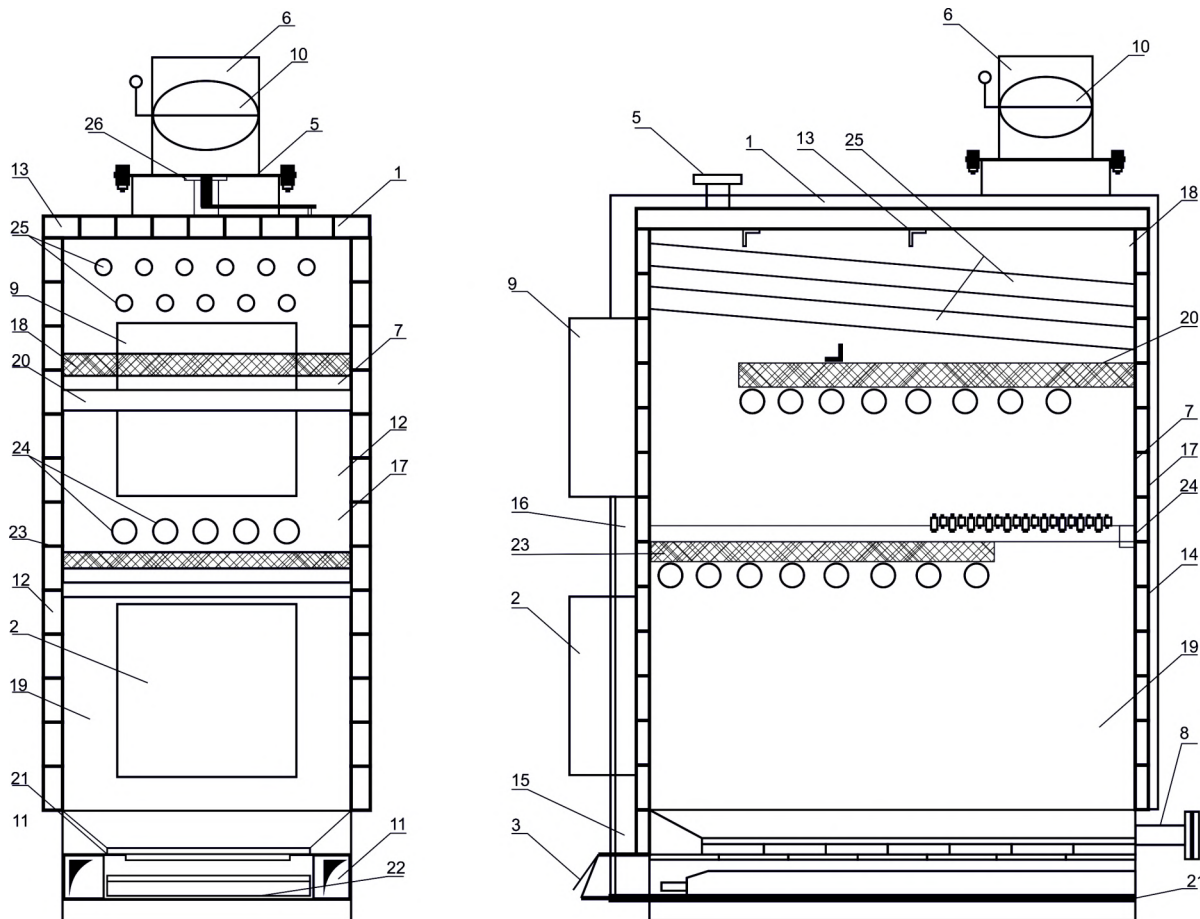

Рисунок 2 – Состав и устройство Котлов моделей Р 150 - 500 в базовой комплектации
Внутреннее пространство каркаса предназначено для загрузки топлива и сжигания топлива. Внутренний объем каркаса условно разделяется на две зоны: нижнюю камеру загрузки топлива (пиролиза) и верхнюю камеру дожига пиролизных газов. Полка камеры дожига футерована огнестойкой плитой из вермикулита (15), служащей для увеличения температуры в камере дожига и защиты от высокой температуры стенки рубашки, проходящей в зоне камеры дожига. Вермикулитовая плита свободно размещается на полке водяной рубашки (см. рис. 2г). В зоне камеры дожига пиролизных газов размещаются эжекторы (6). Эжектор представляет собой трубу с отверстиями из толстостенной цельнотянутой трубы, рассчитанными на определенную мощность Котла. Эжекторы устанавливаются в